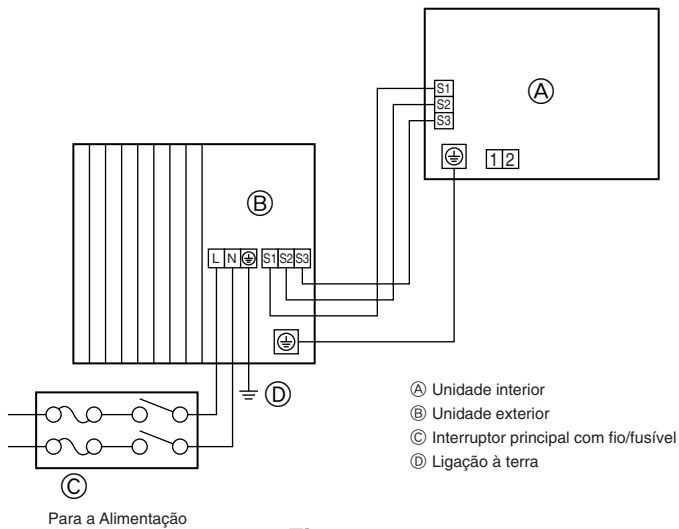
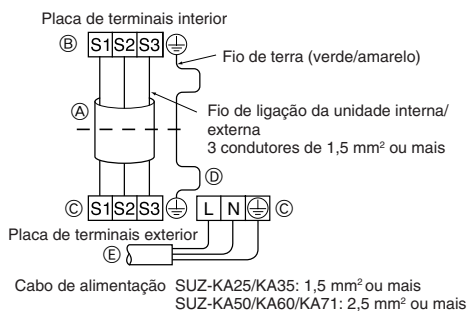
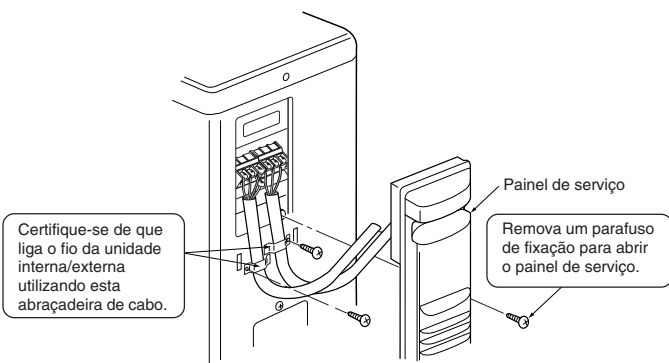
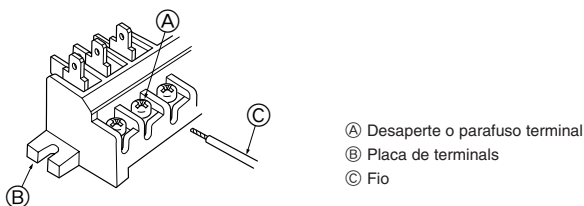

Fig. 6-1
Fig. 6-2
Fig. 6-3
Fig. 6-4
6.1. Unidade exterior (Fig. 6-1, Fig. 6-2, Fig. 6-3, Fig. 6-4)
- ① Retire o painel de serviço.
- ② Ligue os cabos referentes à Fig. 6-1, Fig. 6-2, Fig. 6-3 e Fig. 6-4.
- Faça as ligações tal como demonstrado no diagrama, na parte inferior esquerda. (Obtenha o cabo a nível local) (Fig. 6-2)
- (A) Cabo de ligação
- (B) Placa de terminais interior
- (C) Placa de terminais exterior
- (D) Instale sempre um fio de terra que seja mais comprido do que os outros cabos.
- (E) Cabo de alimentação
- Seja prudente para não trocar a cablagem. (Fig. 6-4)